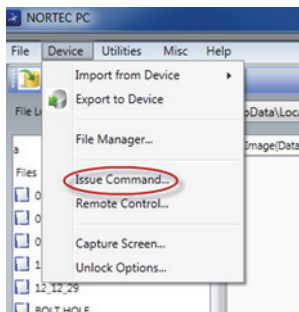

図 6-17 デバイスマニュー – コマンドの発行
1. Device（デバイス）メニュー Issue Command（コマンドの発行）を選択します（318 ページの図 6-17 を参照）。